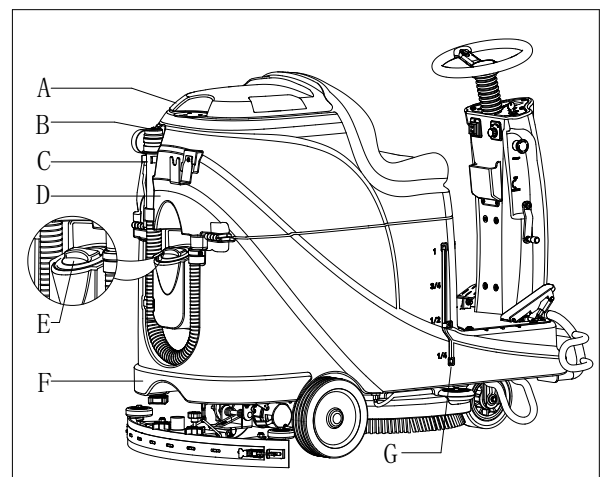

Figura 8
1. Abra a tampa de entrada de água (E, Figura 8).